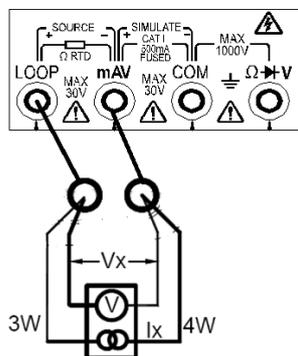

Рис. 10.
2. Подключите черный коннектор изм. провода в гнездо **LOOP**, а красный коннектор в гнездо **mAV (рис.10)**;